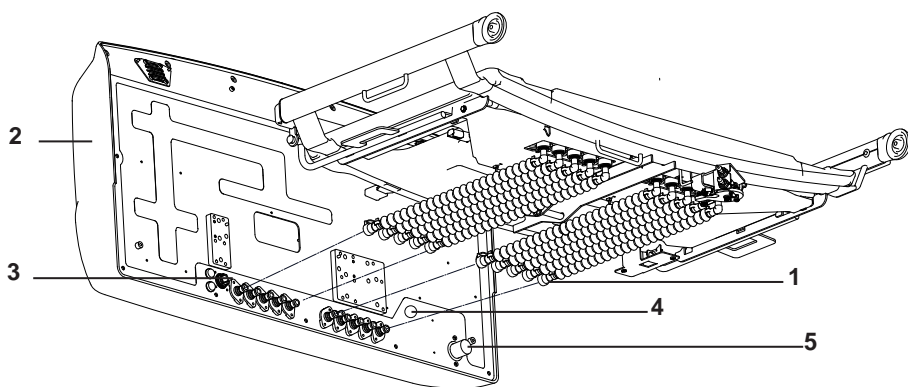

图 4：将空气软管连接到床垫控制装置
14. 将空气软管（如图 4 的编号 1 所示）连接到气垫控制装置 (2)；确保 O 形圈位于连接端口上。空气软管按从左到右 / 从右到左的顺序从倾泻阀装置开始，直接从脚端延长段横杆上方穿过而连接到气垫控制装置。完全连接空气连接器后，将能听到清楚的咔哒声。
15. 连接交流电源线（如图 4 的编号 3 所示）、心肺复苏术 (CPR) 电缆 (4) 和通信电缆 (5)。